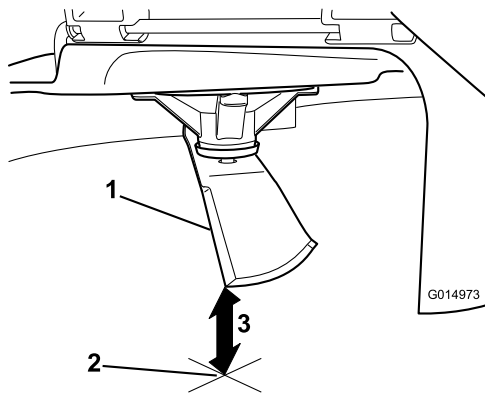

Bild 57
3. Messen Sie von der Messerspitze bis zu ebenen Fläche (Bild 57).